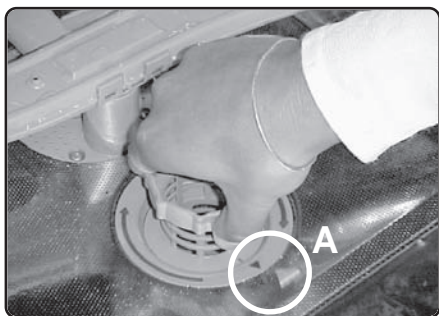

Figure 40/Illus. 40
1. Grasp the ring handle, as shown in Figure 40. Turn the ring handle counter-clockwise 1/4 turn and lift out the Large Object Trap/Micro Filter Assembly, as shown in Figure 41.
1. Saisir la poignée, comme à la figure 40. Tourner la poignée dans le sens contre horaire 1/4 de tour et soulever l'assemblage micro filtre et crépine, comme à la figure 41.
1. Agarre la manilla en forma de anillo como se ve en la Ilustración 40. Dele vuelta a la manilla un 1/4 de la vuelta al contrario del reloj y saque la Ensambladura de Trampa de Objetos Grandes/ Micro Filtro como muestra la Ilustración 41.
3. Dele vuelta a la manilla en forma de anillo un 1/4 de la vuelta con el reloj hasta que se tranque. La flecha en la manilla y la flecha en el filtro fino deben indicarse una a la otra, tal como muestra la Ilustración 40.
handle and the arrow on the Fine Filter should point to each other, as shown in the circle labelled A in Figure 40.